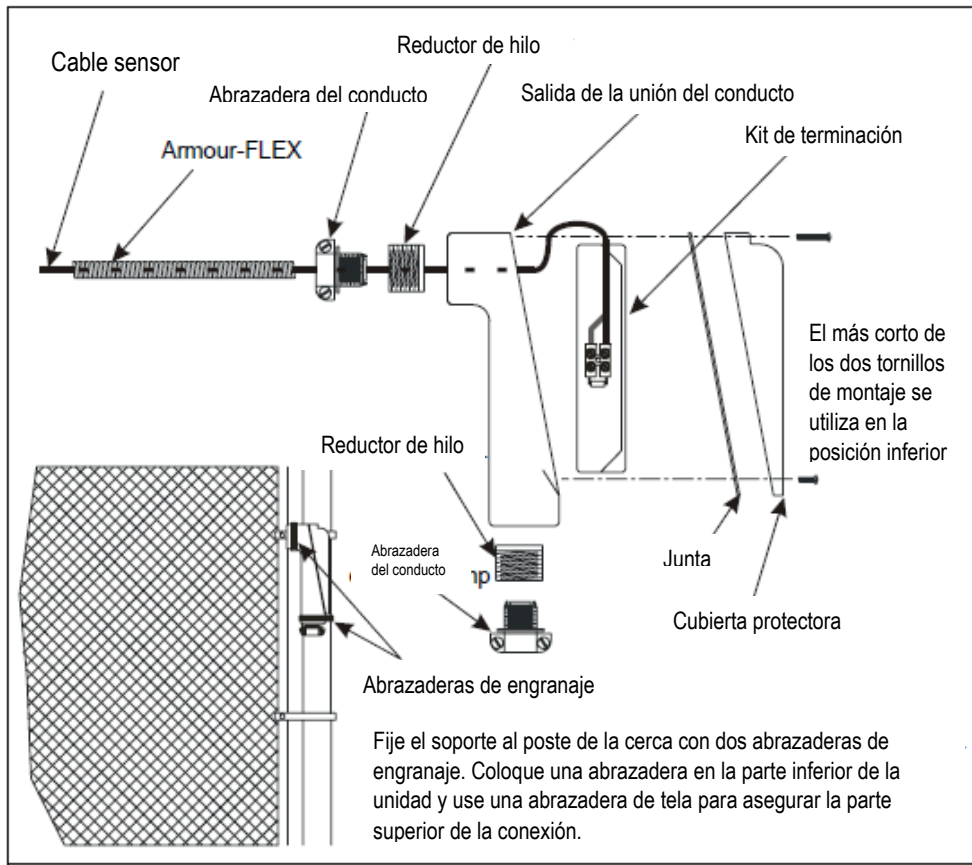

Imagen 46: Instalación del terminador Armour-FLEX
- Utilice los accesorios de Armour-FLEX para proteger los empalmes y las terminaciones de los cables (consulte la Imagen 46:).